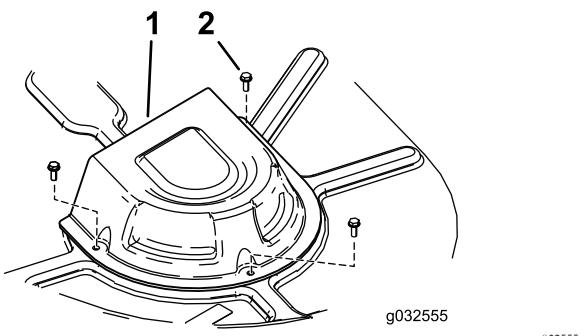

Figura 73
4. Retire las cubiertas de las poleas (Figura 73).